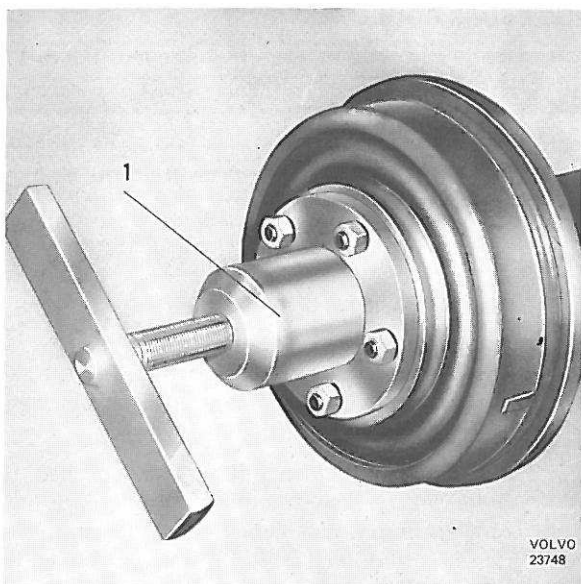

Figure 11. Démontage d'un moyeu de roue
1. Déposer la roue et extraire le moyeu de roue, figure 11. Se servir de l'arrache-moyeux SVO 1791. En remplaçant la poignée mobile de l'arrache-moyeux SVO 1791 par la broche SVO 2763, qui se vend séparément, on peut se servir d'un serre-écrou pour le démontage du moyeu. Déposer le plateau-support de frein après avoir placé une planche de bois sous la pédale de frein et déconnecté la canalisation de frein du plateau-support.
1. Déposer la roue et extraire le moyeu, figure 11. Se servir de l'arrache-moyeu SVO 1791. Déposer le plateau-support de frein après avoir posé une planche de bois sous la pédale de frein et déconnecté la canalisation de frein du plateau-support.